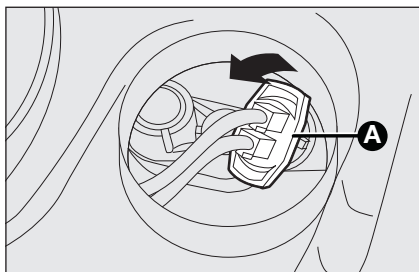

fig. 18
- tourner la douille **A-fig. 18** dans le sens contraire des aiguilles d'une montre et l'extraire ;